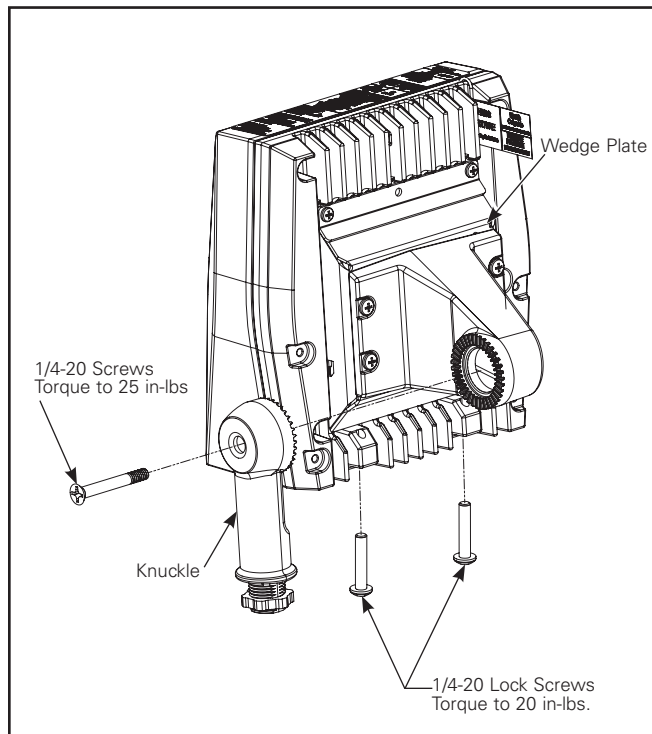

Figura 9. Axcent Small
3. Fije el conjunto de montaje de nudillo a la luminaria y apriete (2) tornillos de cabeza Phillips de 1/4 -20 a 20 in-lbs (Figura 9). Asegúrese de que los cables de suministro de la luminaria no estén apretados entre la placa de cuña y la cubierta.